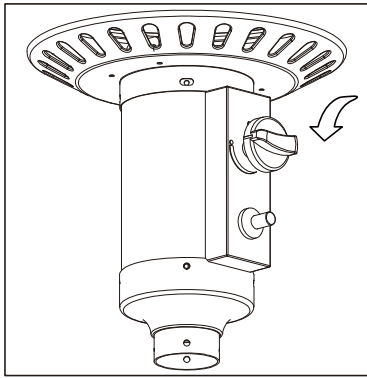

Figure 1
2. Presione y gire el botón de control a la posición HIGH (máximo) (en sentido contrario al de las agujas del reloj 90°). (Figure 1)